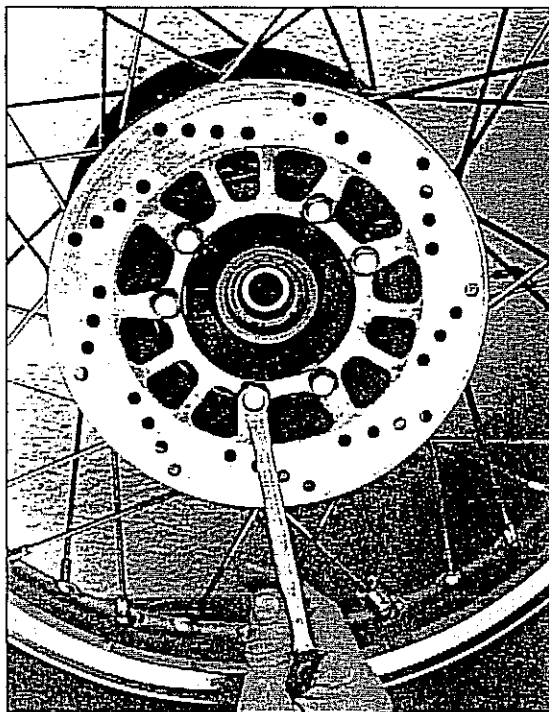

Bild 136
- Brems Scheibe nach Lösen von sechs Schrauben SW 10 abnehmen. Siehe Bild 136.